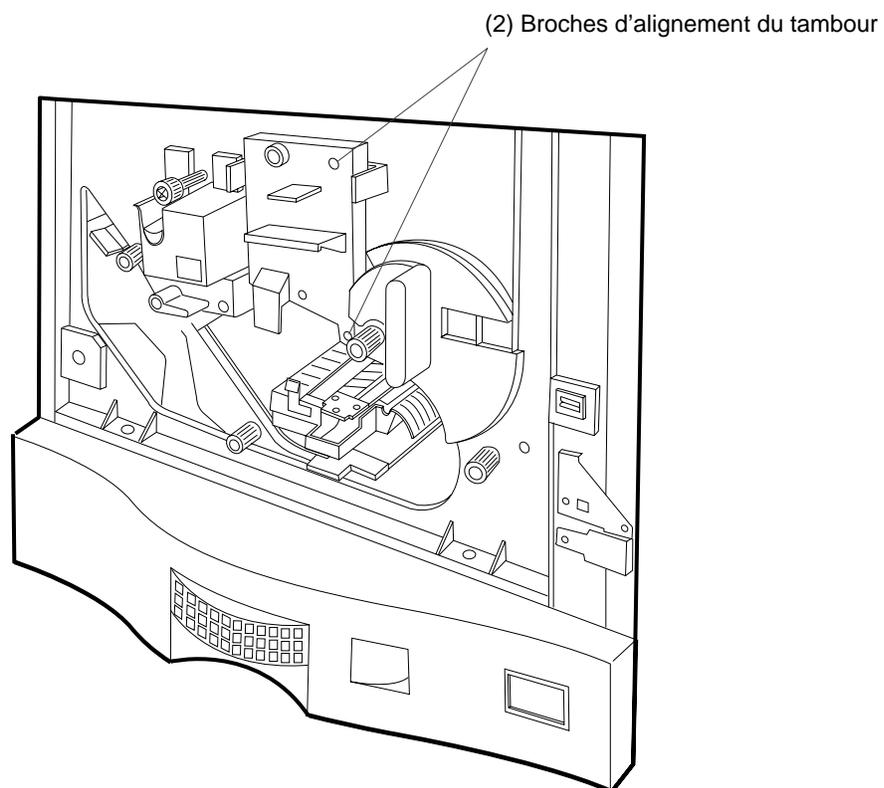

Figure 4-29 Emplacement des broches d'alignement du tambour
2. Poussez le tambour doucement sur les broches de positionnement (Figure 4-29).